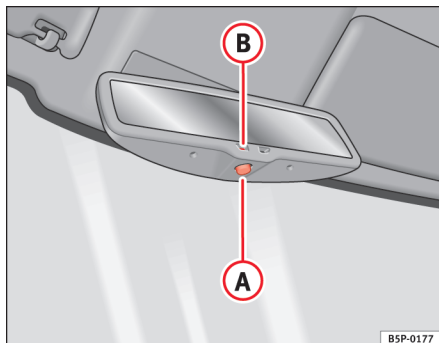

Fig. 62 Rétroviseur intérieur avec réglage automatique de position anti-éblouissement.
- Appuyez sur la touche (A) ⇒ fig. 62. Le témoin (B) s'éteint.
- Appuyez sur la touche (A) ⇒ fig. 62. Le témoin s'allume.